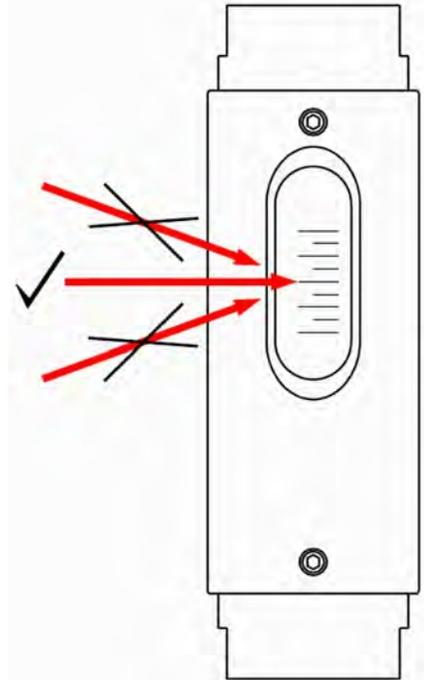

Abb. 33: Messkala ablesen
2. ➤ Geradeaus auf die Messskala blicken (Abb. 33, mittlerer Pfeil). Durch einen Blickwinkel von oben oder unten kann der Ablesewert verfälscht werden